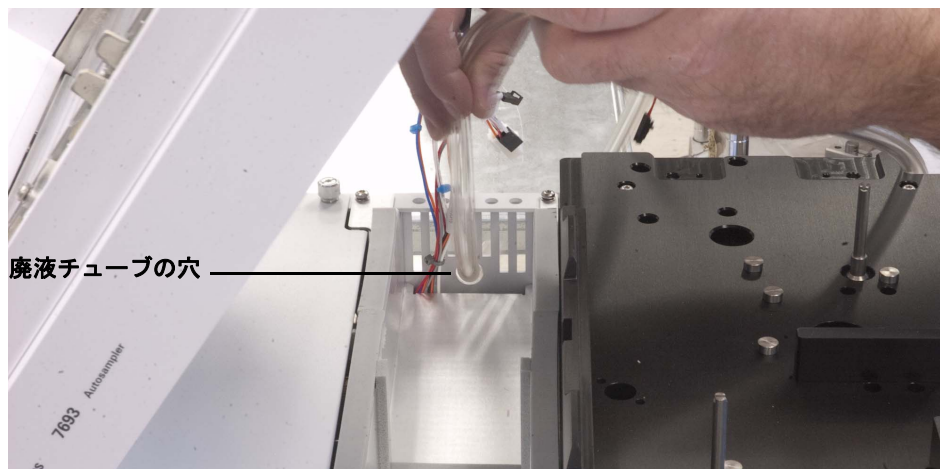

図 51 廃液チューブをシャーシの穴に通す
- 36 メインフレーム上方にサンプルトレイを傾け、プラスチックの廃液チューブをメインフレームシャーシ背面の穴に通します (図 51)。